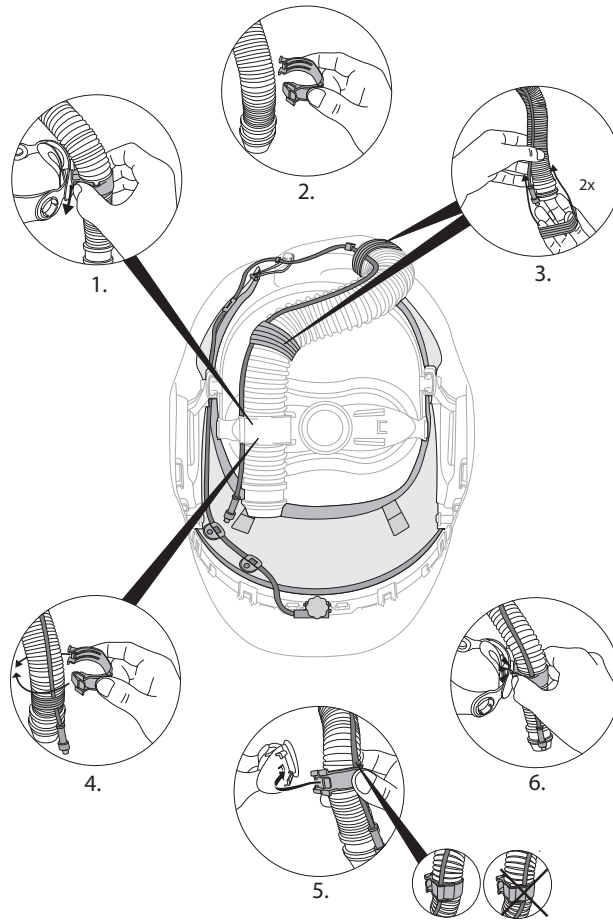

Fig. 31c
- iv. Quita el soporte del tubo del ducto de aire (Consulta “Cómo conectar y desconectar los tubos de respiración”, Fig. 2a a 2c). Colocar bandas elásticas sobre el tubo del ducto de aire; el cable cerca de la brida de suministro de aire de la careta para soldar y cerca del soporte del tubo del ducto de aire. Vuelve a colocar el soporte del tubo del ducto de aire (Fig. 31c).